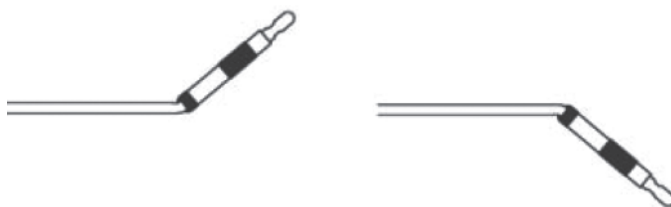

Рисунок 6
- б) Затем разогните толкатель; продолжайте сгибать и разгибать до тех пор, пока трубка толкателя вскрыется и обнажит элемент высвобождения (рисунок 6).